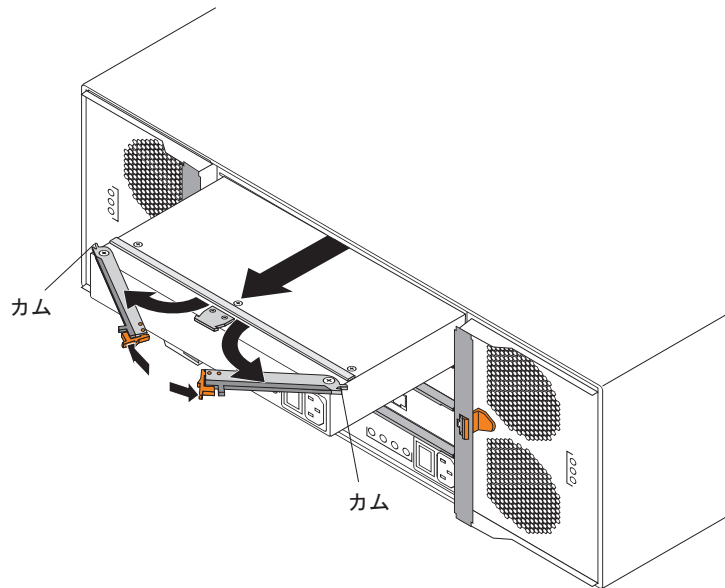

図 52. 電源機構の交換
9. ラッチを一緒につかんでレバーを引いて開き、電源機構をエンクロージャーから解放します。ラッチは、レバーに付いているオレンジ色のタブです (図 52 を参照)。
11. 新しい電源機構 FRU を空のベイに滑り込ませます。電源機構を空のベイに滑り込ませる際は、必ず両方のレバーのカムをエンクロージャーの対応するスロットに合わせてください (図 52 を参照)。